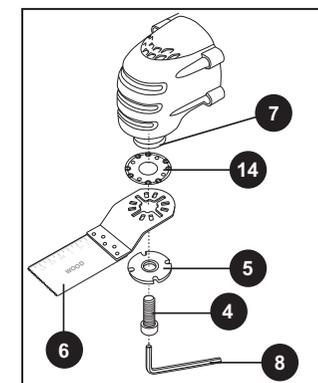

Fig. 3
1. Installer l'adaptateur (14) sur le support de l'accessoire (7), assurez vous que l'adaptateur (14) engage toutes les broches du support.
2. Installer l'accessoire (6) sur l'adaptateur BOSCH (14), assurez vous que l'adaptateur (6) engages toutes les broches du support BOSCH (14).
3. Placer la rondelle (5) et la vise de serrage (4) puis bien serrer la visse avec la clé 6 mâle (8) fournie (Fig.3).